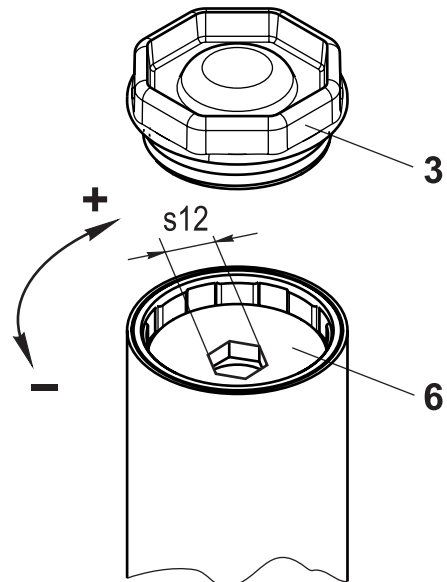

Рис. 6
4.3 Настройка выходного давления (рис. 6).
- используя шестигранное отверстие в регулировочном винте 6 (рис. 6) при его повороте по часовой стрелке можно увеличить давление срабатывания на клапане до заданного значения. Поворачивая регулировочный винт 5 против часовой стрелки происходит уменьшение давления срабатывания. После проведения регулировки защитную пробку 3 (см. рис. 1) необходимо установить в прежнее положение.